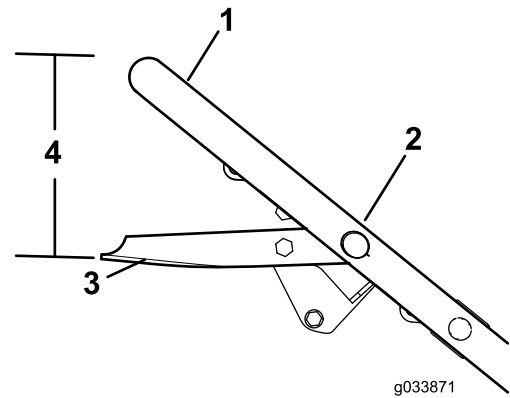

Figura 30
3. Sostenga la barra de control de las cuchillas a 19 cm (7 $\frac{5}{8}$ ") desde la parte superior del manillar como se muestra en Figura 30.